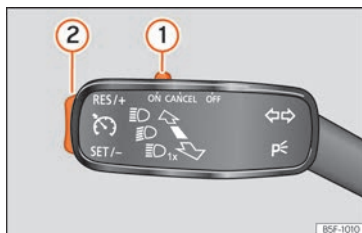

Abb. 222 Am Blinkerhebel: Bedienelemente zur Bedienung der GRA.
- Schieben Sie den Schalter »» Abb. 222 ① bis ON.
- Drücken Sie die Taste »» Abb. 222 ② im Bereich SET/-.
- Schieben Sie den Schalter »» Abb. 222 ① bis CANCEL oder treten Sie auf die Bremse.
- Drücken Sie die Taste »» Abb. 222 ② im Bereich RES/+.
Während der GRA-Regulierung kann die gespeicherte Geschwindigkeit mit der Taste »» Abb. 222 ② eingestellt werden:
- Um in Schritten von 1 km/h [1 mph] zu erhöhen, drücken Sie kurz die Taste »» Abb. 222 ② im Bereich RES/+.
- Um die Geschwindigkeit kontinuierlich zu erhöhen, halten Sie die Taste »» Abb. 222 ② im Bereich RES/+ gedrückt.
- Um in Schritten von 1 km/h (1 mph) zu reduzieren, drücken Sie kurz die Taste »» Abb. 222 ② im Bereich **SET/-**.
- Um die Geschwindigkeit kontinuierlich zu verringern, halten Sie die Taste »» Abb. 222 ② im Bereich **SET/-** gedrückt.
- Schieben Sie die Taste »» Abb. 222 ① auf **OFF**.